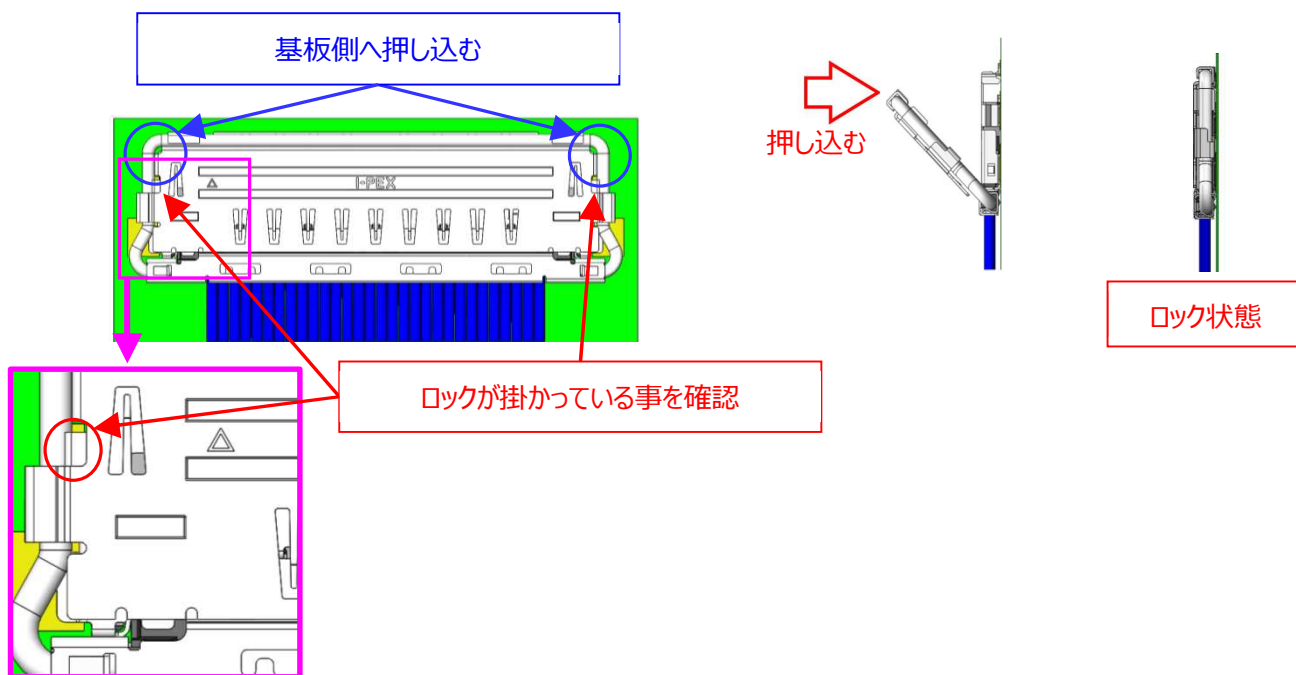

図 12
- ⑤ カバーの図 12 の 2つの青○部を基板側へ同時に押し込み、リセプタクルコネクタのシェルとロックバーをロックさせる。